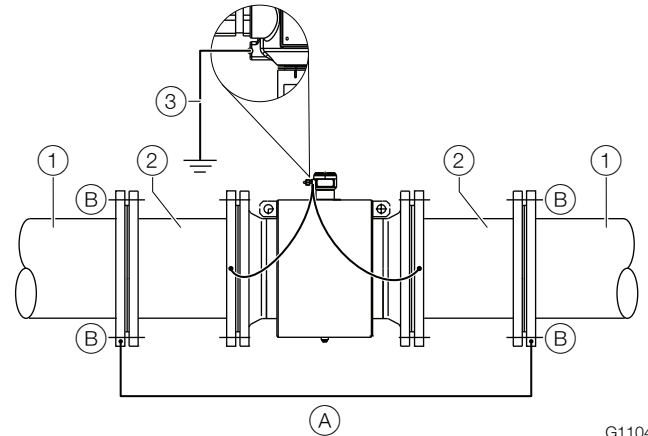

Fig. 30: Måleføler med funktionsjord
- Hvis der ved indvendigt isolerede rørledninger kan påregnes vagabonderende fremmedstrøm (f. eks. ved lange rørledningsafsnit i nærheden af energiforsyningsanlæg), bør der monteres et stykke blank rørledning med en længde på ca. 1/4 x DN før og efter måleføleren for at lede den vagabonderende fremmedstrøm uden om måleføleren (Fig. 30).
Fig. 30 viser den foretrukne installation ved katodiske korrosionsbeskyttelses anlæg.